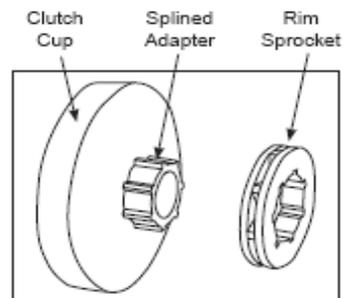

Figure 2
- * Um sistema de carreto periférico (Fig. 2) consiste num cârter de embraiagem com adaptador canelado e um carreto periférico. Quando este ficar gasto, só se deve substituir o carreto periférico. O cârter de embraiagem e o adaptador são igualmente peças de desgaste que deverão ser substituídas mais cedo ou mais tarde, mas duram em geral para 3 a 5 carretos periféricos.